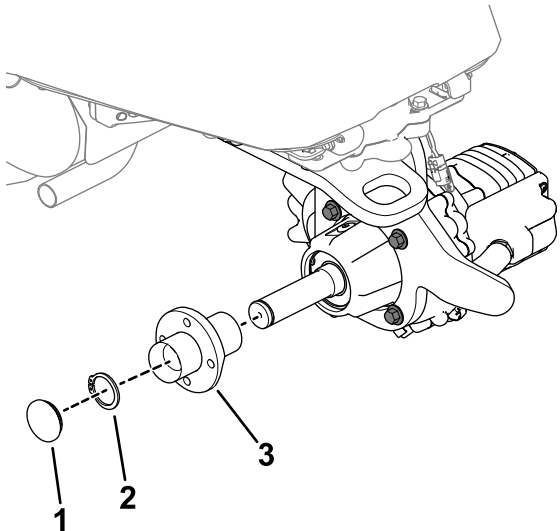

Figure 2
1. Retirez le couvercle du moyeu (Figure 2).